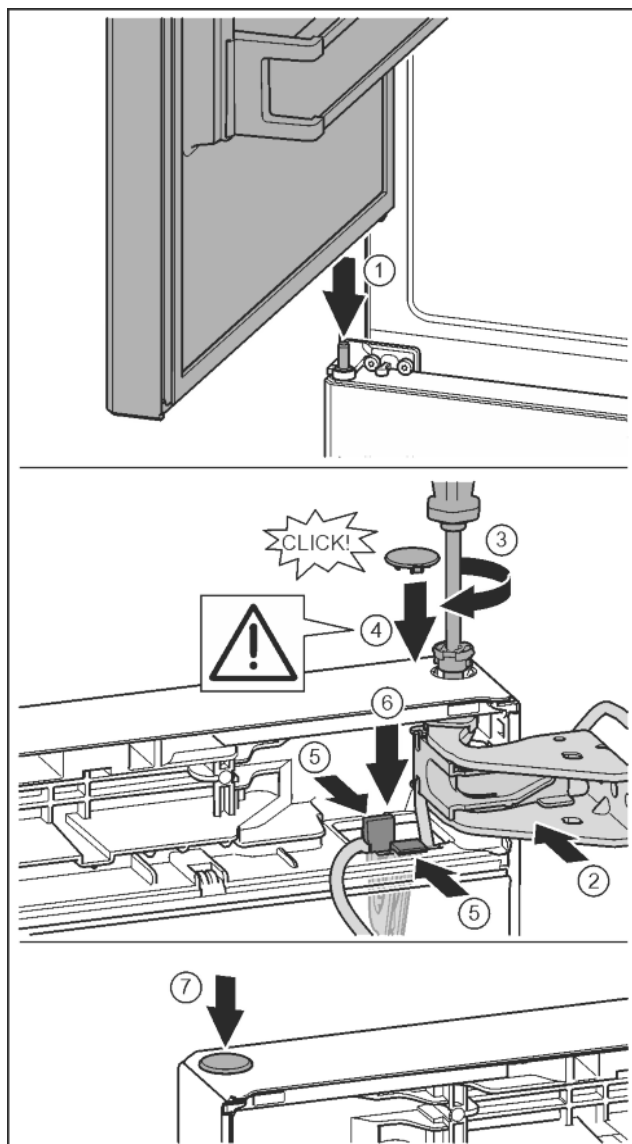

Fig. 36
- Установка верхней двери на средний опорный палец Fig. 36 (1)
- Дверь вверху выровнять по отверстию в опорном кронштейне. Fig. 36 (2)
- Вставить палец и затянуть отверткой T15. Fig. 36 (3)
- Установить предохранительную крышку для защиты двери: вставить предохранительную крышку и проверить, прилегает ли она к двери. В ином случае вставить палец полностью. Fig. 36 (4)
- Вставить держатель кабеля с закрепленным на нем кабелем в отверстие. При этом более длинное отверстие соединительной накладки должно быть направлено вперед. Fig. 36 (5)
- Прижать держатель вниз так, чтобы соединительная накладка защелкнулась. Fig. 36 (6)
- Вставить заглушку. Fig. 36 (7)